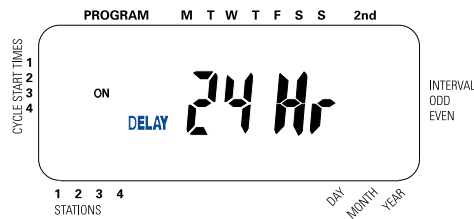

Figura 8: Display a cristalli liquidi in modalità Ritardo Pioggia
2. Premere il tasto **RAIN DELAY (RITARDO PIOGGIA)** per posticipare automaticamente l'irrigazione di 24 ore. *[vedi Figura 8]*